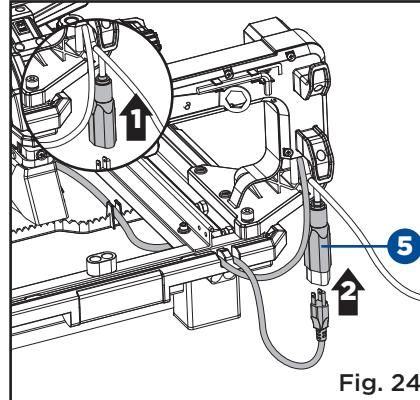

Fig. 24
- Retirez le bouchon pour la pompe de l'ouverture moulée dans le plateau pour l'eau. Repoussez la gaine en caoutchouc (5) du cordon électrique et branchez la pompe à eau dans la prise. Tirez la gaine pour recouvrir les connexions du cordon pour éviter que l'eau n'entre en contact avec la fiche. L'excédent de cordon peut être enroulé sur les deux crochets. (Fig. 24)